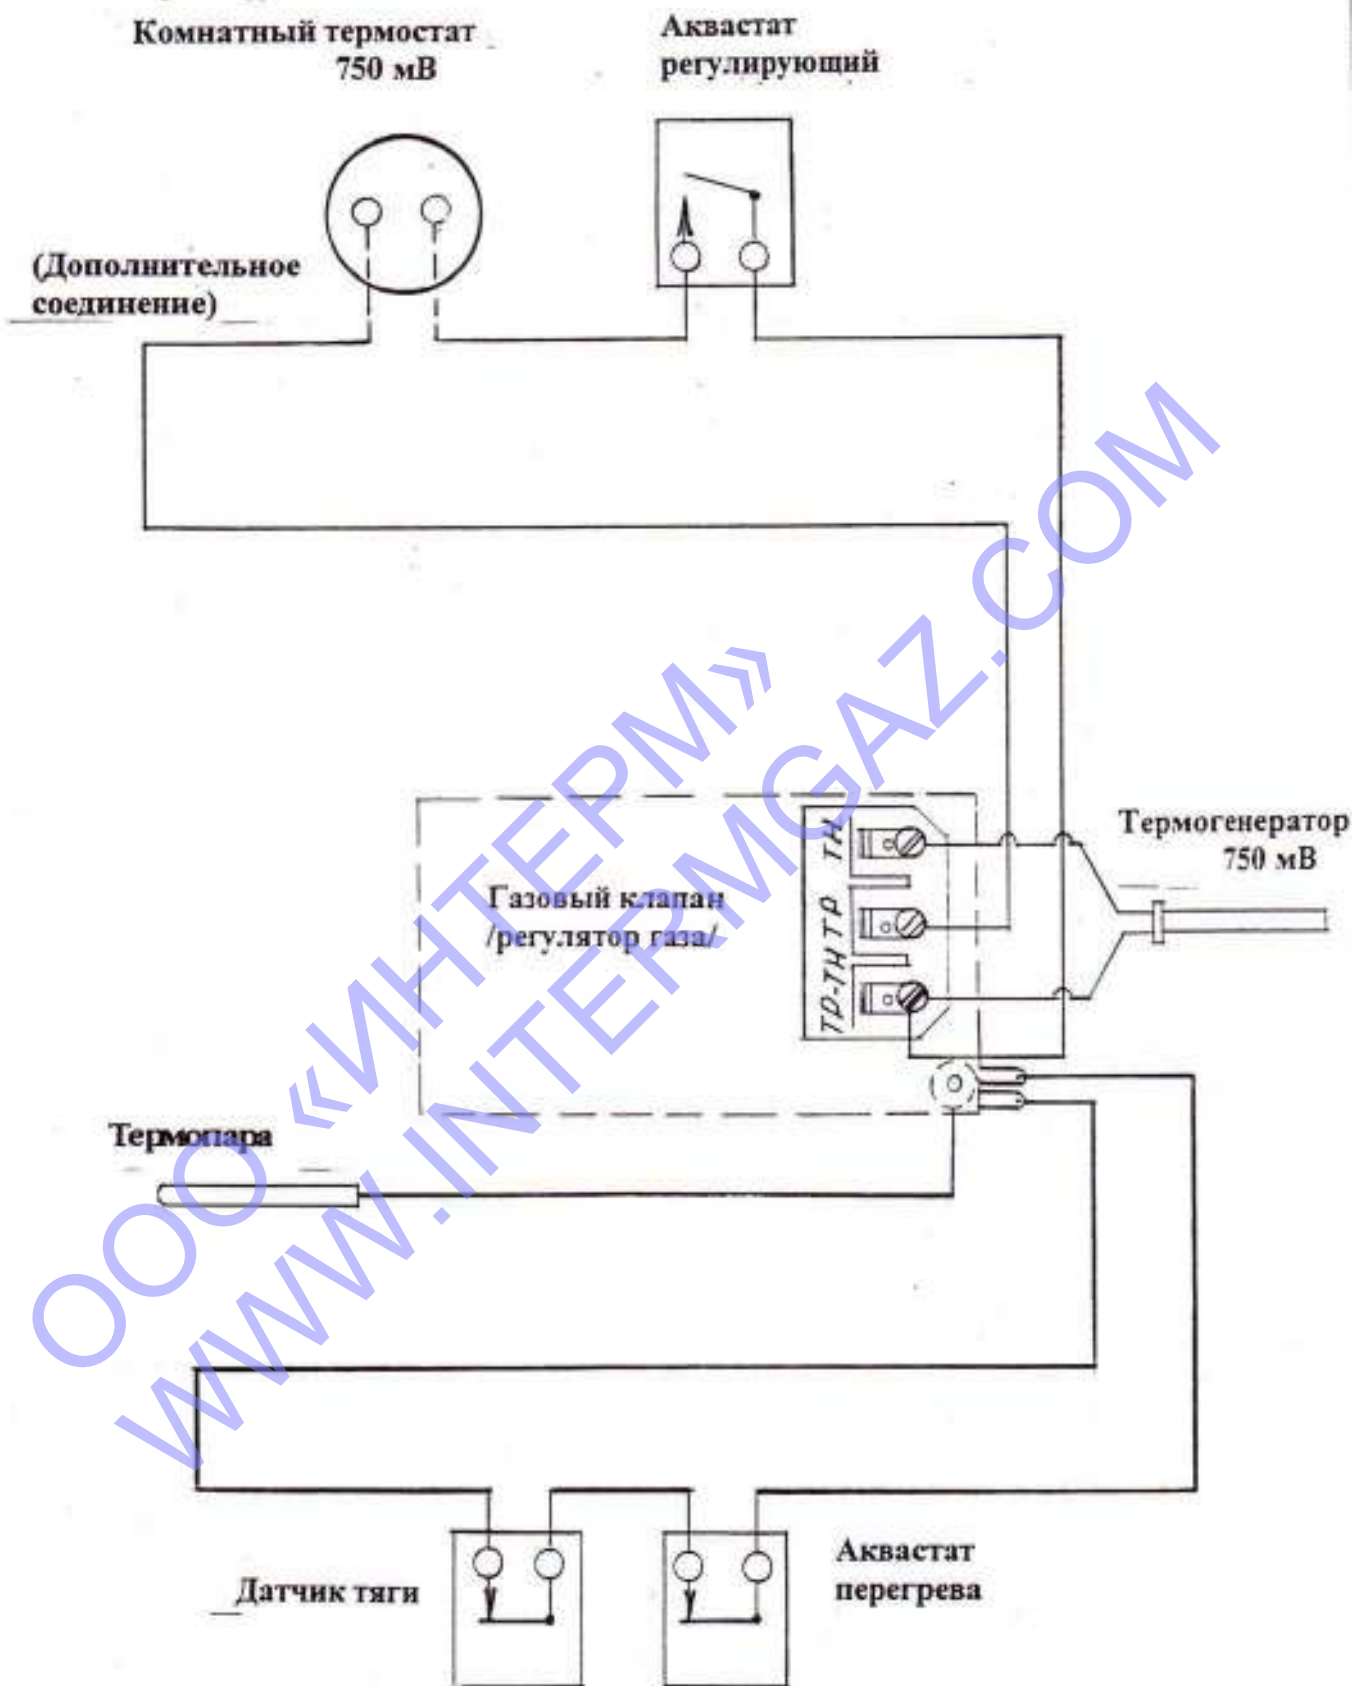

Рис. 3 Схема электрических соединений.
Схему электрических соединений смотри на рис.3.
5. Электропроводка должна быть присоединена по схеме рис. 3. Контакты должны быть чистыми и надежно закреплены.